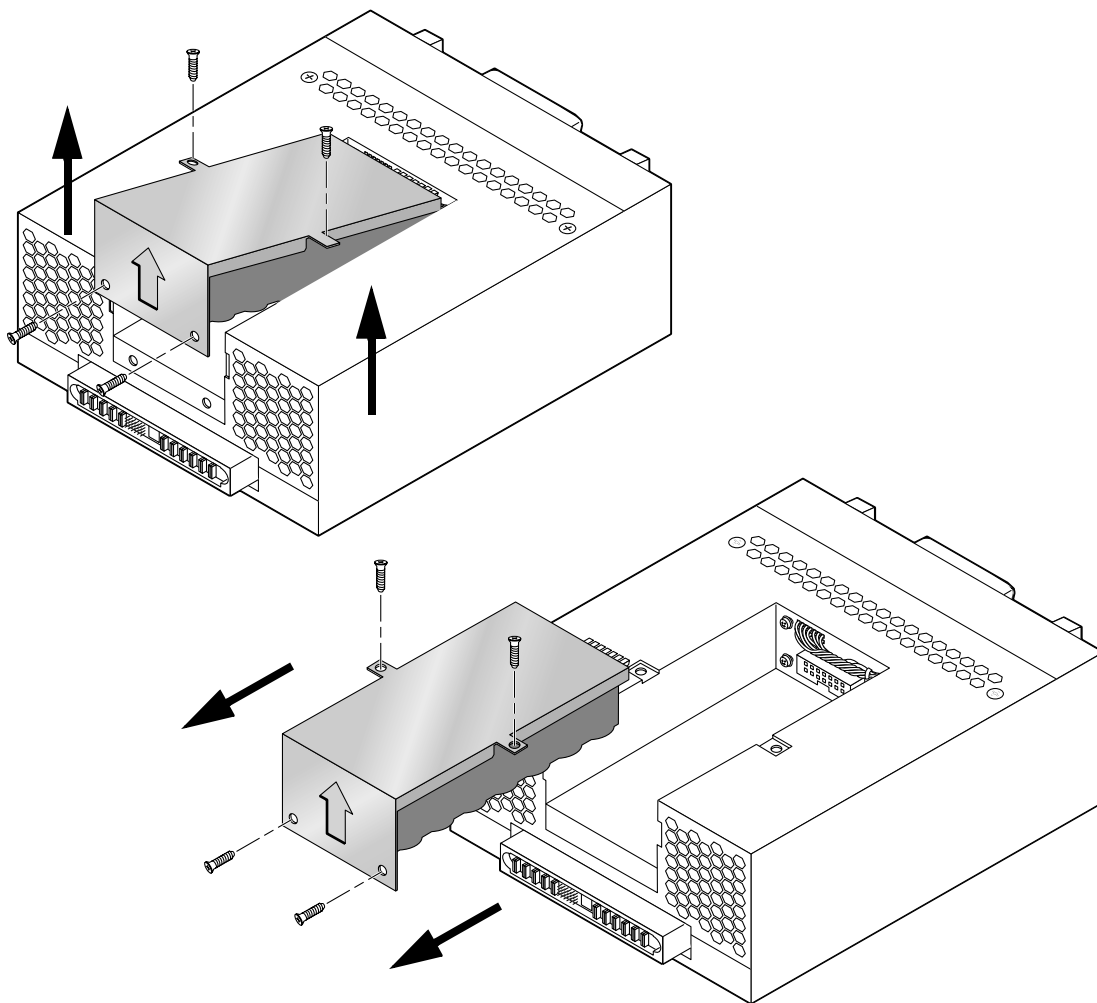

図 6-11 UPS バッテリーの取り出し
3. UPS バッテリーを電源 / ファン一体ユニットに固定している 4 本のプラスのネジを取り外します (図 6-11)。